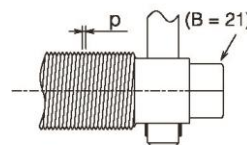

Fig. 3
3. Er wordt een fijne schroef (automatische aandrijving) gebruikt om een aandraaikracht toe te passen en te voorkomen dat de schroef makkelijk losser komt te zitten. (zie fig. 3.)
8. De kop van de schroef is voorzien van een zeskantig gat voor een ratelsleutel (B = 21). Hierdoor kunt u de klem ook in een besloten ruimte plaatsen zonder de hendel te gebruiken. (zie fig. 3.)
9. U kunt de klem gebruiken op een last waarvan de grijpvlakken een hoek van minder dan 10° ten opzichte van elkaar hebben (8° I-balk). Zie item 8 van 'Voorzorgsmaatregelen voor gebruik.'